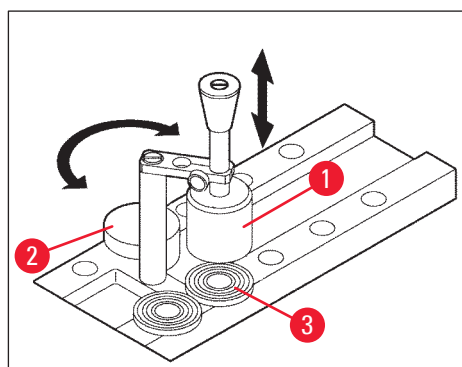

Рис. 14
4. Вложите диск для образца с образцом в одно из 10 отверстий в полке быстрого замораживания (→ "Рис. 14") и заморозьте образец.